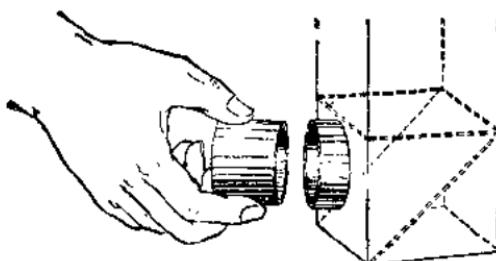

图 5
5. 按图 4 所示，将五块小木块钉起来，并在铅画纸筒处插入镜头(图 5)，使镜头能自由伸缩调节焦距。